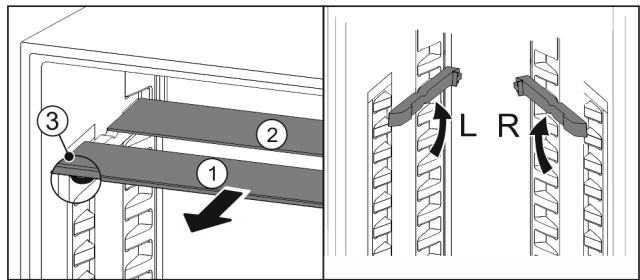

Fig. 35
- Retire Fig. 35 (1) las planchas de cristal individualmente hacia adelante.
- ▷ La placa de vidrio Fig. 35 (1) con tira decorativa se encuentra en la parte delantera.
- ▷ Los topes Fig. 35 (3) apuntan hacia abajo.